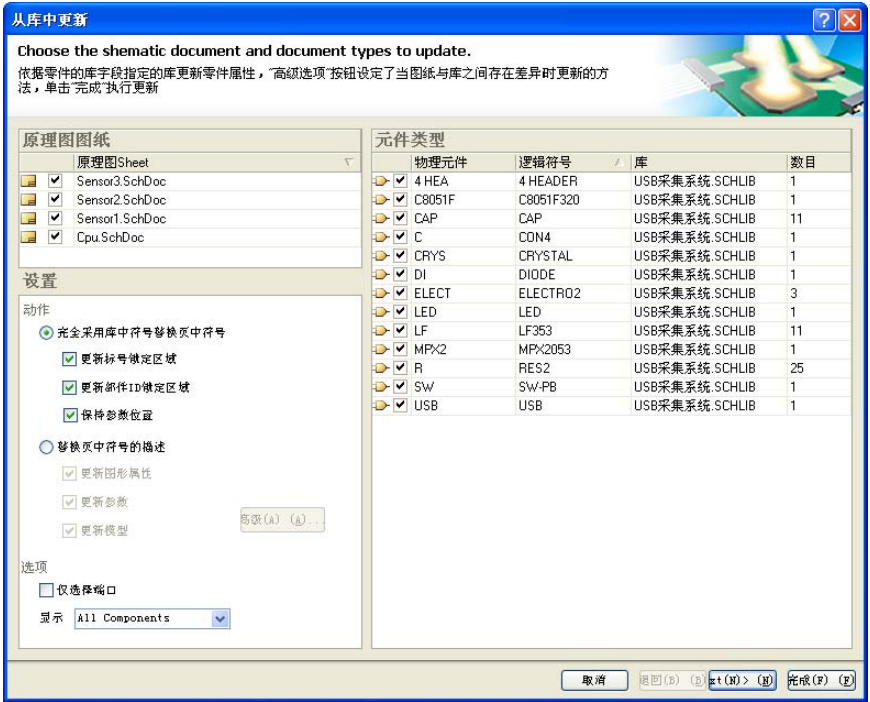

图 11-50 “从库中更新”对话框
Step5 单击菜单栏中的“工具”→“从器件库更新”命令，系统将弹出如图 11-50 所示的“从库中更新”对话框。在“原理图图纸”列表框中选择要更新的原理图，在“Setting（设置）”选项组中对更新参数进行设置，在“元件类型”列表框中选择要更新的元件。